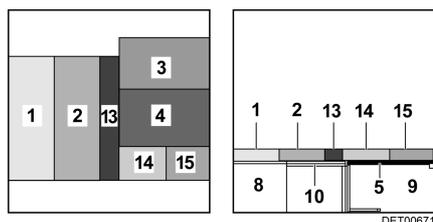

Bild 48 Nach dem Umbau
- Das Sitzpolster (Bild 48,2) der Längssitzbank auf die Bettkasten-Verlängerung der Längssitzbank legen.
- Das Rückenpolster (Bild 48,1) der Längssitzbank zwischen das Sitzpolster und die Außenwand legen.
- Das Sitzpolster (Bild 48,4) der Bugsitzbank auf die Tischplatte legen.
- Das Rückenpolster (Bild 48,3) der Bugsitzbank zwischen das Sitzpolster und die Rückenlehne legen.
- Zwei kurze Zusatzpolster (Bild 48,14 und 15) vor das Sitzpolster (Bild 48,4) legen.
- Das lange Zusatzpolster (Bild 48,13) auf die Bettkasten-Verlängerung legen.